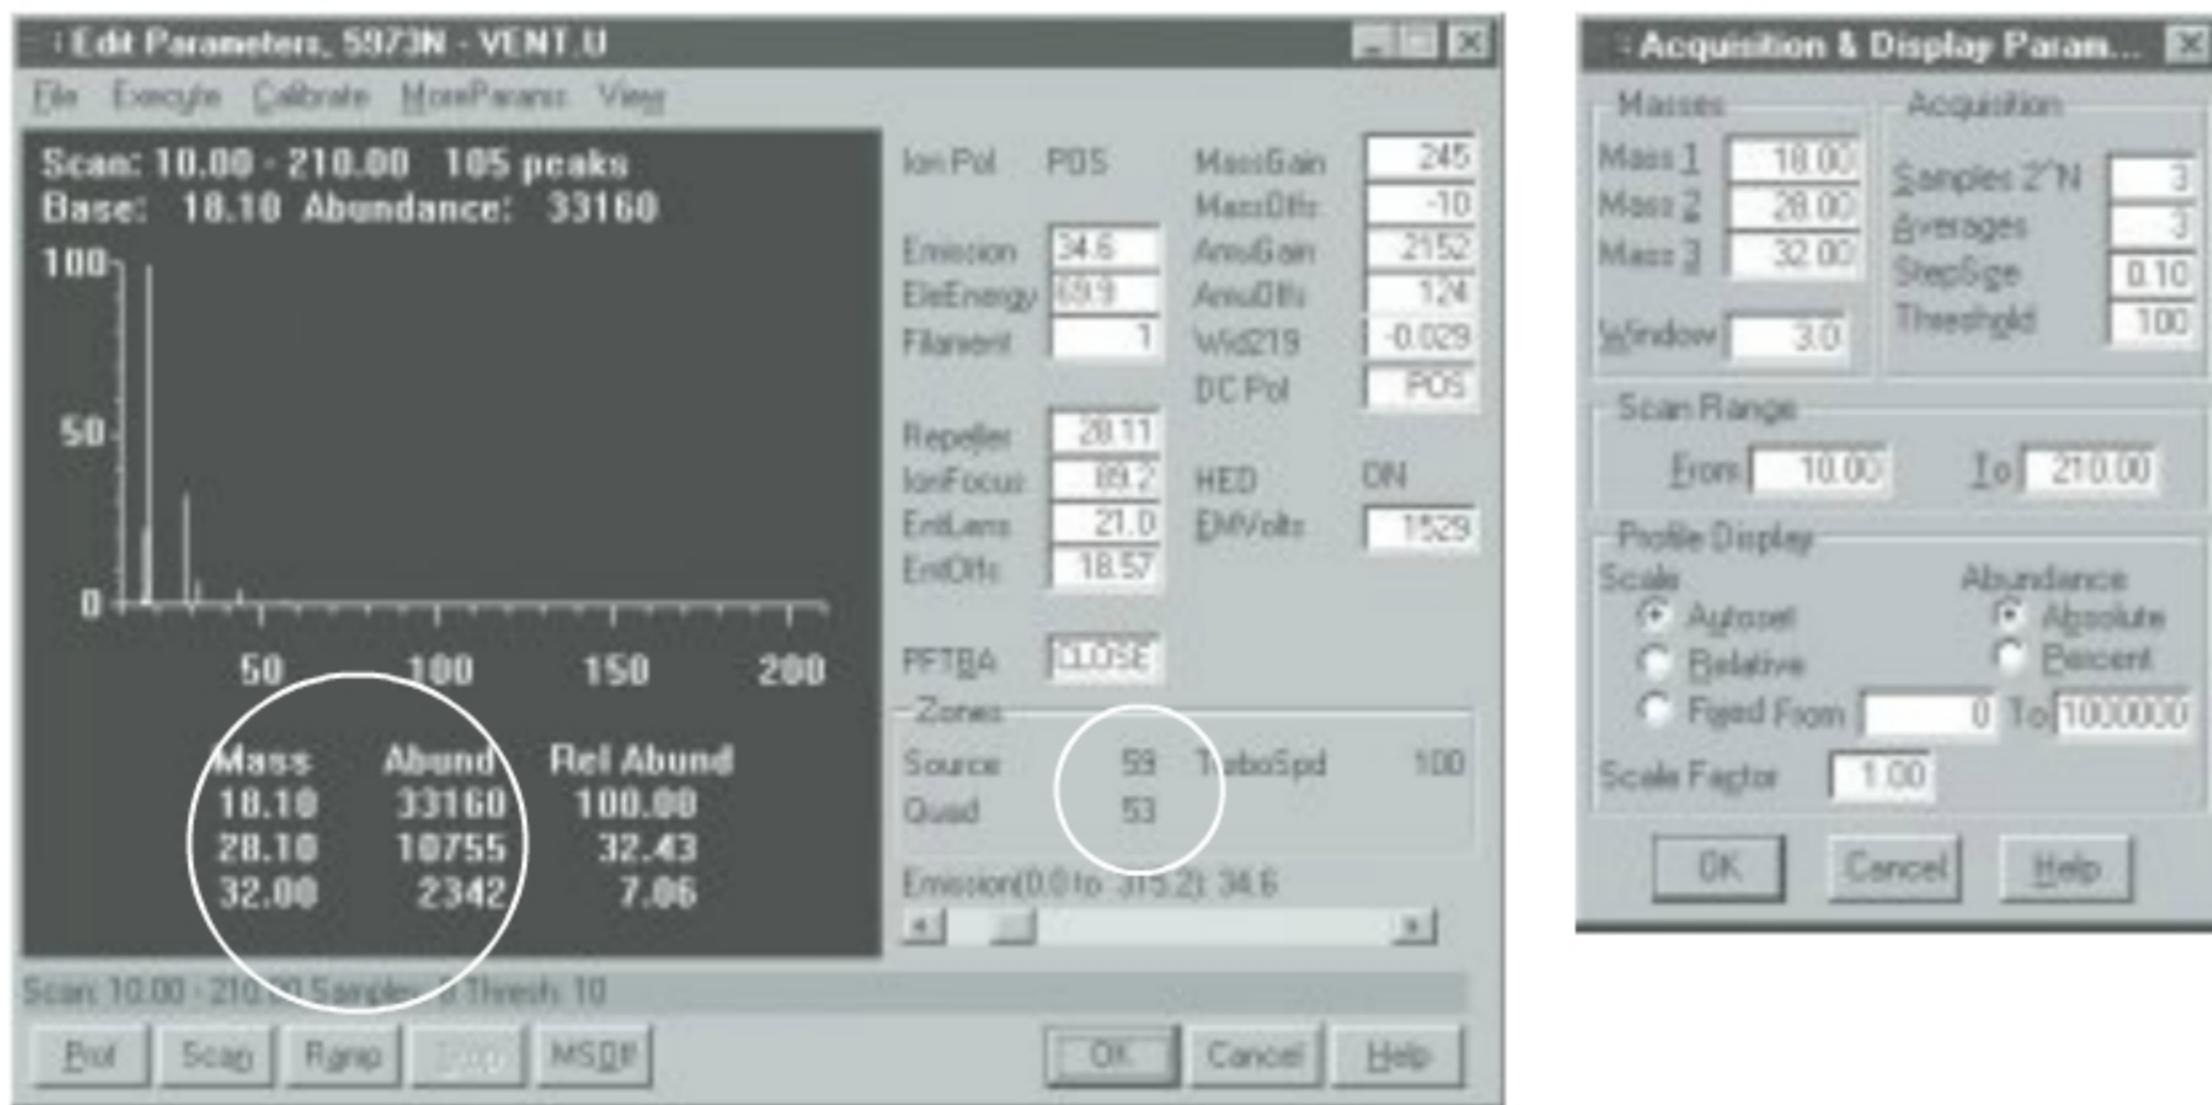

图7. 抽真空背景检查
- 然后，如果压力看上去正常，进入手动调谐面板检查空气和水分的值（图7）。如果氮气（28 m/z）下降到<25,000 counts，系统可视作为气密。水分会继续缓慢下降并且系统在高温下烘烤。